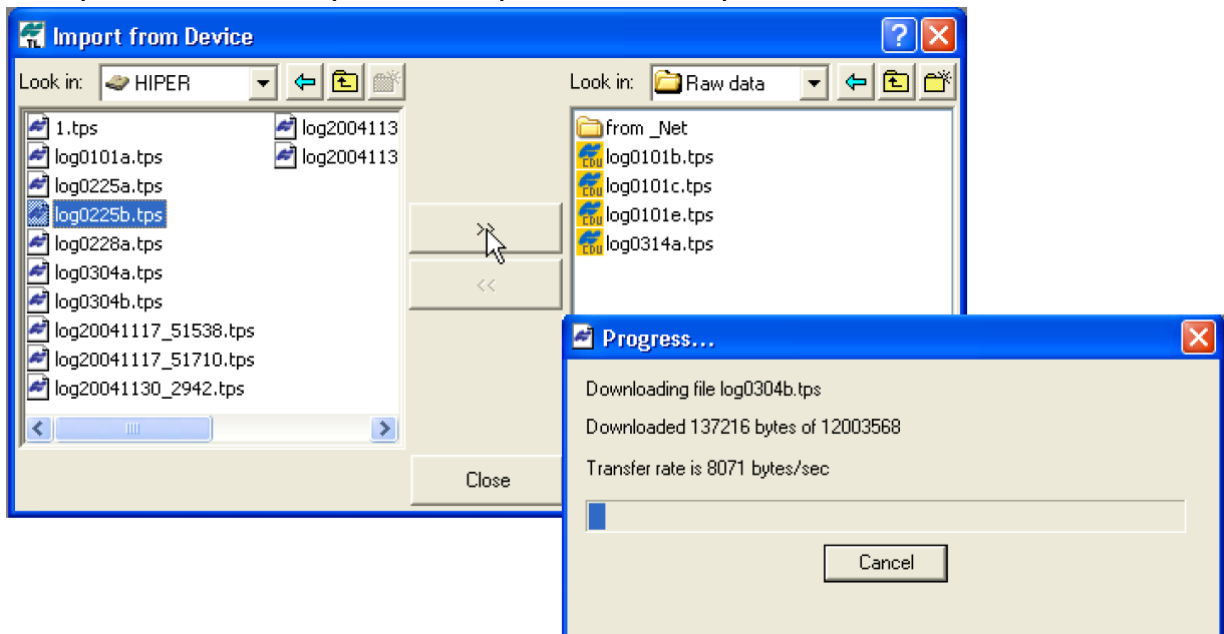

Рисунок 5-8. Выбор файла и отображение процесса импорта
- В правой панели диалогового окна **Import from Device (Импорт из устройства)** выберите или, при необходимости, создайте папку, предназначенную для размещения файлов (см. рис. 5-8).
- Для просмотра списка файлов нужного приемника выберите этот прибор двойным щелчком по его пиктограмме или выбором пункта меню **Select (Выбор)** в выпадающем меню. Для импорта файлов из приемника в выбранную папку компьютера выделите их и щелкните на кнопку с двойной стрелкой (см. рис. 5-8).